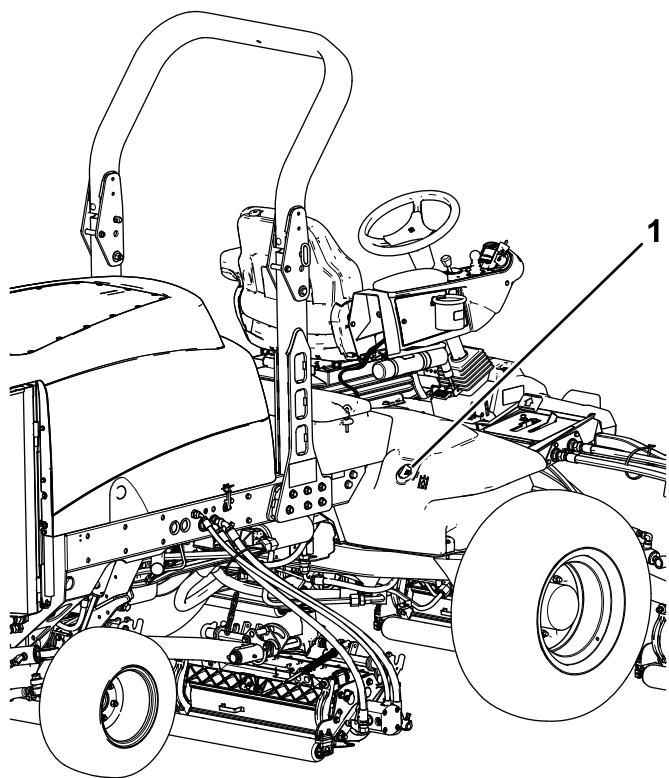

Figura 37
2. Limpe a zona em redor do tubo de enchimento e da tampa do depósito hidráulico (Figura 37).